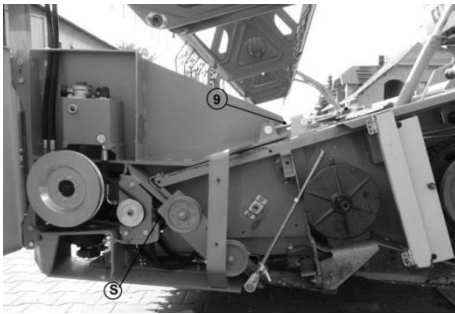

Abb.10
Die Spannvorrichtung (9) auf der linken Seite einlegen und anspannen. (Abb.10)
Die Spannvorrichtung so zuschrauben, dass der Rapstisch fest an den Balken des Schneidwerks anliegt. (Abb.10)
Die Spannvorrichtung auf der rechten Seite einlegen und anspannen (Abb. 10)